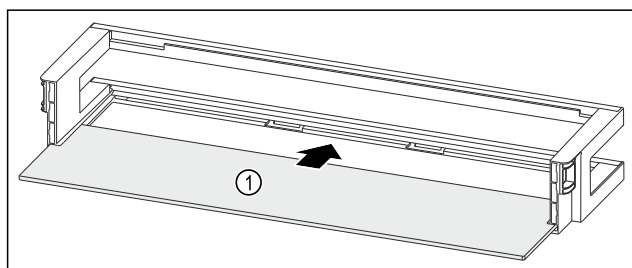

Fig. 227 Türabsteller mit Abstellfläche
- Abstellfläche Fig. 227 (1) in die seitlichen Aussparungen einschieben.